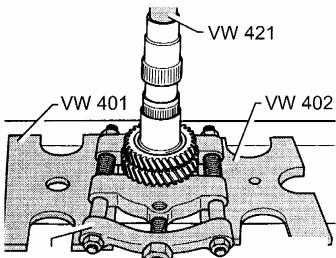

图 12-95 压出 3 挡齿轮
(8) 压出 3 挡的齿轮和换挡齿轮时使用分离装置 A (22~115mm), 如图 12-95 所示。